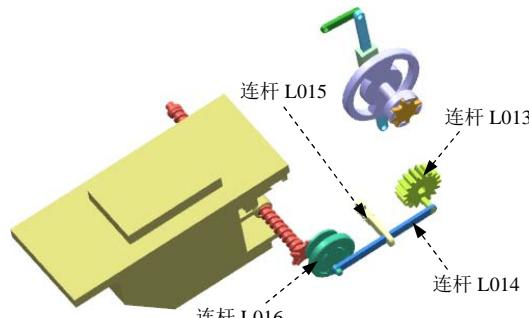

图 10.9.8 定义连杆 (七)
(7) 定义连杆 L013、连杆 L014、连杆 L015 和连杆 L016。隐藏连杆 L003、连杆 L010、连杆 L011 和连杆 L012，取消选中  **固定连杆** 复选框，选取图 10.9.8 所示的零件为连杆 L013、连杆 L014、连杆 L015 和连杆 L016，在“连杆”对话框中分别单击 **应用** 按钮。